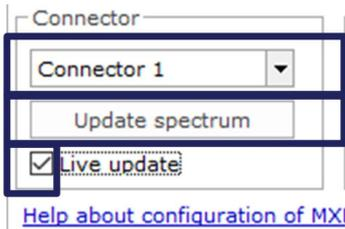

Abb. 5.9 Aktualisieren des Spektrums
► Ändern Sie den ausgewählten Anschluss im Kasten **Connector** (Anschluss) (Abb. 5.9).
- ▶ Zum Aktualisieren des optischen Spektrums klicken Sie auf die Schaltfläche „**Update spectrum**“ (Spektrum aktualisieren) (Abb. 5.9).
- ▶ Für eine kontinuierliche Aktualisierung aktivieren Sie das Kontrollkästchen **Live update** (Live-Aktualisierung) (Abb. 5.9).